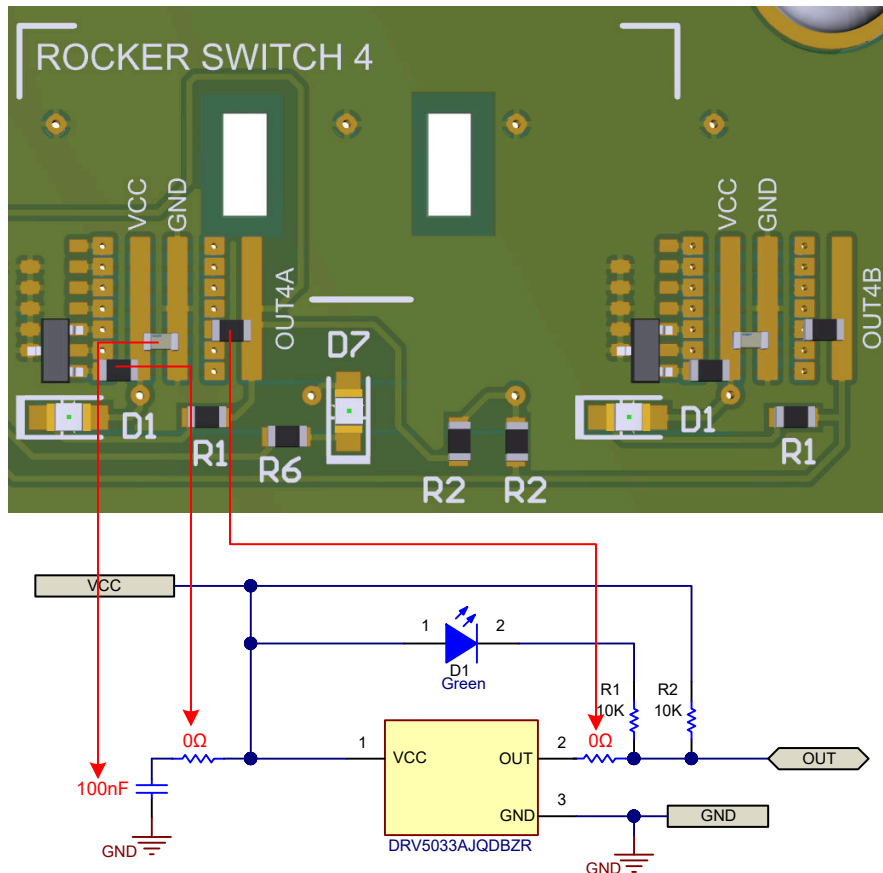

图 3-5. 翘板 4 VCC 和 GND 连接
3. 如图 3-5 所示，应使用  $0\Omega$  电阻器、导线或焊桥将器件 VCC 焊盘连接到板 VCC，并将器件输出连接到板 OUT4x 焊盘。
4. 如图 3-5 所示，应在 VCC 焊盘和 GND 焊盘之间使用一个容值至少为  $0.1\mu\text{F}$  的去耦电容器。